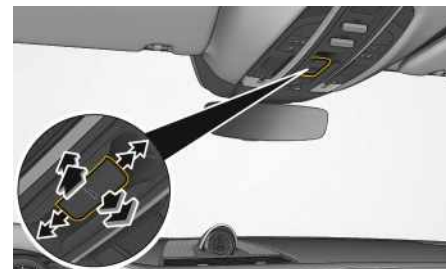

Fig. 200: Ouverture et fermeture du toit
- ▶ Tirez la touche (fig. 200) de l'unité de commande du toit vers le bas et maintenez-la. La mémorisation de la position finale débute au bout d'environ 10 secondes.